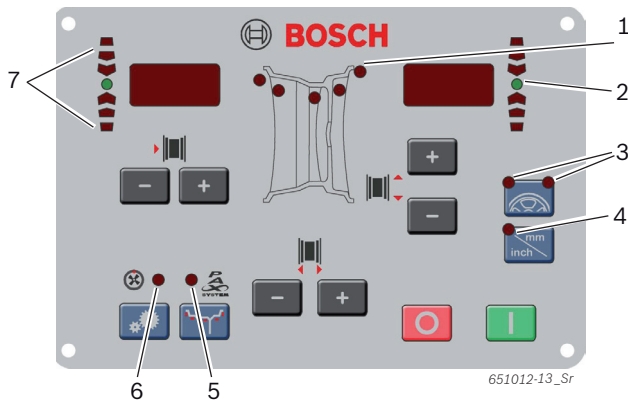

Fig. 5: LED sur le champ de commande/d'affichage
➔ Les LED (fig. 5, pos. 1) indiquent les positions des plans d'équilibrage pour chaque programme d'équilibrage.
ii En cas de sélection du programme d'équilibrage PAX, la LED Pax (fig. 5, pos. 5) s'allume également.
- ⇒ Les deux LED de la touche <SPLIT> (fig. 5, pos. 3) s'allument.
- ⇒ Dès que la position de fixation de la masselotte d'équilibrage est atteinte, la LED s'allume (fig. 5, pos. 2). Un signal sonore confirme la position correcte (derrière un rayon).
Les LED en forme de flèche (fig. 5, pos. 7) indiquent dans quelle direction la roue doit être tournée afin d'atteindre la position 12 heures pour la fixation de la masselotte d'équilibrage.